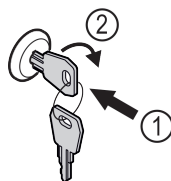

Fig. 210
- Insérer la clé. Fig. 210 (1)
- Tourner la clé à 90° dans le sens horaire. Fig. 210 (2)